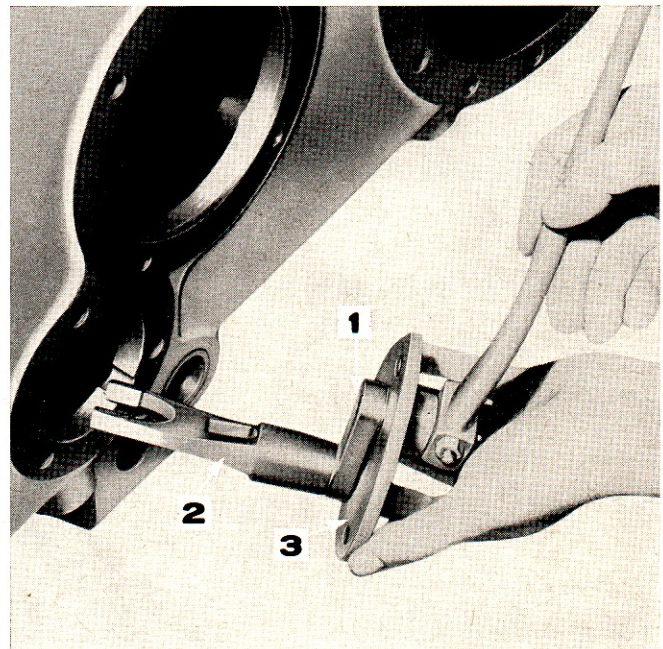

Figure 25: Dépose du levier de commande de prise de force
1. Extraire les trois boulons et rondelles fixant le plateau du levier de sélection de prise de force sur le côté gauche du carter central de pont arrière. Extraire le levier de sélection de prise de force, sa plaque et sa fourchette (Figure 25). Faire glisser la bague de sélection sur les cannelures de l'arbre de prise de force et extraire les filtres hydrauliques. Extraire le boulon inférieur droit du frein de pignon d'attaque pour déposer le filtre d'entrée. Extraire le frein à main, s'il existe.